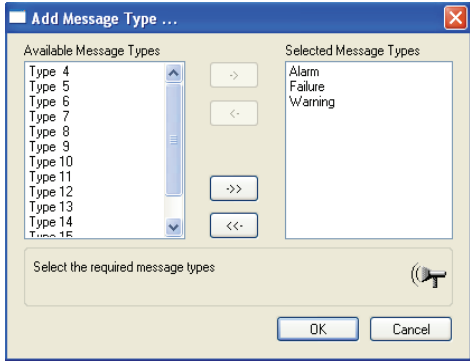

图 8-12 “Add Message Type”对话框
2) 在数据窗口空白处右键单击选择“Add/Remove Message Types”命令，打开“Add Message Type”对话框，如图 8-12 所示。